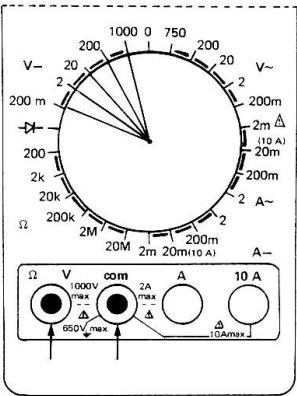

FIGURE 4
- Mettre le commutateur de fonctions/calibres sur l'une des positions suivantes : 1 000 V— à 200 mV— (voir figure 4 ci-dessous).